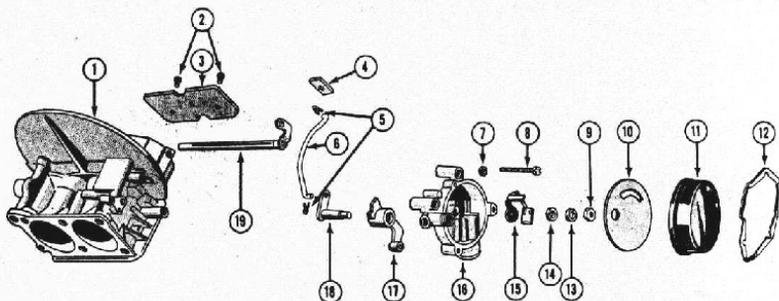

Fig. b-2
- 4) Instalar el conjunto válvula de aguja (53) en la cuba, colocando la junta de la tuerca de ajuste (54), la tuerca (55) y el tornillo de cierre de la válvula (57) con su correspondiente junta (56). Con la cuba invertida regular la altura del flotante hasta que la palanca del mismo quede paralela al fondo de la cuba. Dicha regulación se efectúa por medio de la tuerca de ajuste (55). Aperturar finalmente el tornillo de cierre.
- 5) Instalar el cuerpo dosificador (59)
- Instalar el cuerpo dosificador (59) armado, sus juntas (60 y 58) y la cuba de combustible en el cuerpo del carburador. Fijar todo en su posición con los cuatro tornillos (46) y sus juntas (45). Ajustar en forma firme y pareja los cuatro tornillos que sujetan la cuba y reajustarlos nuevamente una vez transcurrido el tiempo necesario para que las juntas se asienten.
- 6) Armado del cebador (Fig. b-2)
- Colocar la caja del resorte termostático (11) calzando el extremo libre del resorte en la palanca (15) del pistón de vacío. Colocar el arco retén (12) y los 3 tornillos (8) arrimándolos suavemente, y girar lentamente la tapa en sentido contrario a las agujas del reloj hasta que el índice de la misma quede dos divisiones antes de la marca central del cuerpo.